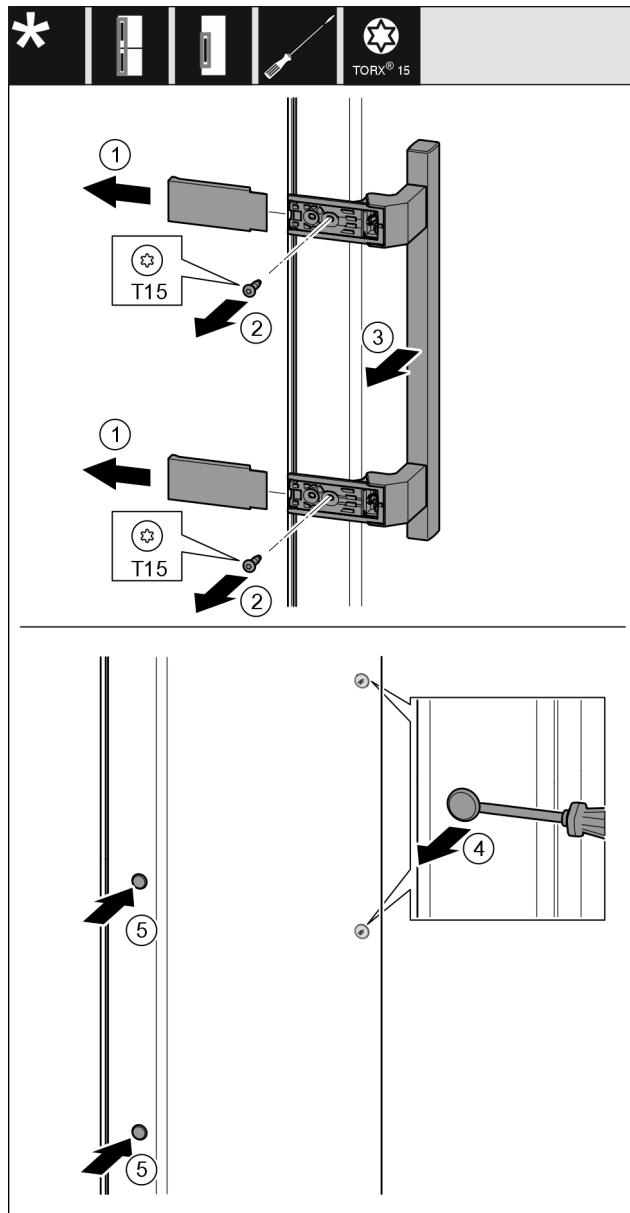

Fig. 32
- ▶ Abdeckung Fig. 32 (1) abziehen.
- ▶ Schrauben Fig. 32 (2) mit Schraubendreher herausdrehen.
- ▶ Griff Fig. 32 (3) abnehmen.
- ▶ Seitlichen Stopfen Fig. 32 (4) vorsichtig mit einem Schlitzschraubendreher anheben und herausziehen.
- ▶ Stopfen Fig. 32 (5) auf der anderen Seite wieder einsetzen.